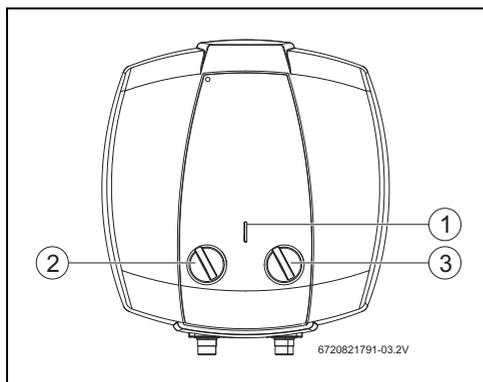

Fig. 11 Interface utilisateur
- ▶ Régler le thermostat sur la température la plus élevée en le tournant vers la droite jusqu'à la butée (→ fig. 11, [4]).